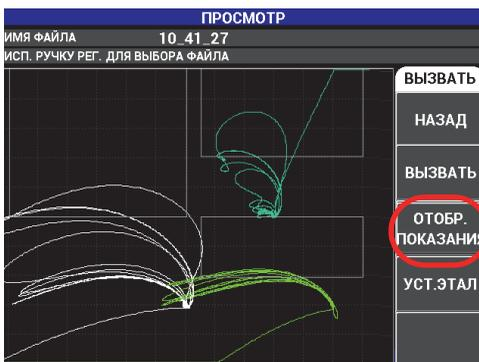
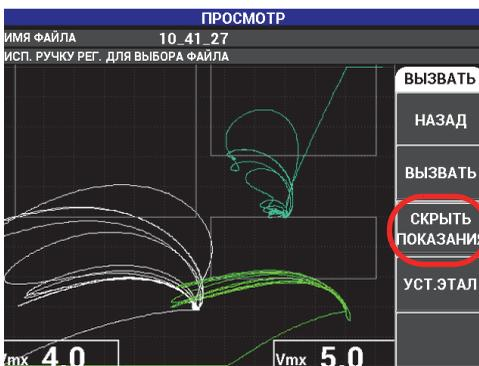

Рис. 4-13 Функция ОТОБР. ПОКАЗАНИЯ
Рис. 4-14 Функция СКРЫТЬ ПОКАЗАНИЯ
- Для отображения/скрытия показаний нажмите клавишу C (см. Рис. 4-13 на стр. 105 и Рис. 4-14 на стр. 105).